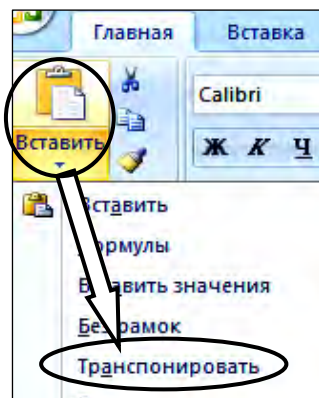

Рис. 7.4. Команда *Транспонировать* в главном меню
**II способ.** Для транспонирования матрицы необходимо выделить массив и скопировать его в буфер обмена. В любом месте указать одну свободную ячейку, затем в разделе *Главная* выполнить команду *Вставить* → *Транспонировать* (рис. 7.4). В результате получится транспонированная матрица.